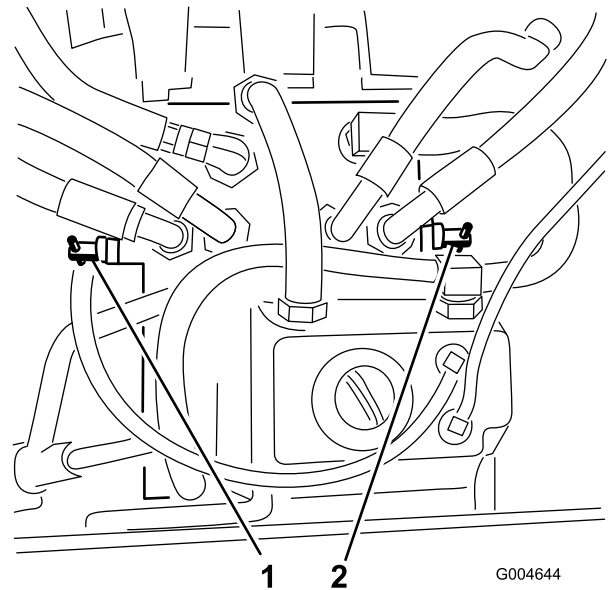

Figure 32
4. Tournez chaque vanne de dérivation d'un tour dans le sens horaire pour débloquer et dans le sens antihoraire pour réinitialiser le système (Figure 32).